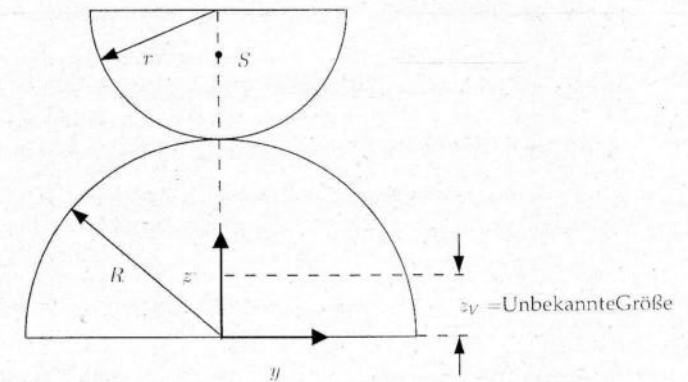
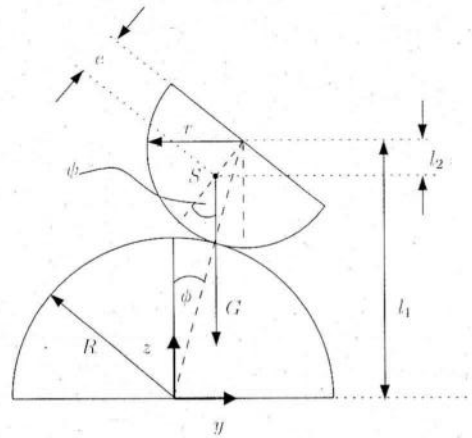

Abbildung 6.1: Zwei Halbkugeln
Abbildung 6.2: Abrollen der oberen auf der unteren Halbkugel
Gegeben sind zwei Halbkugeln mit Radien r und $R > r$, wobei die kleinere auf der größeren Halbkugel liegt (siehe Abb. 6.1 für einen Schnitt in der y, z Ebene). In MAPLE seien die Variablen entsprechend bezeichnet: r für den Radius der kleinen Halbkugel und R für den Radius der größeren Halbkugel. Der Punkt S markiert den Schwerpunkt der kleineren Halbkugel; die konstante Massendichte der oberen Halbkugel sei ρ , die in MAPLE als rho gegeben ist. Außerdem ist in MAPLE die Erdbeschleunigung mit g vorgegeben. Im Rahmen dieser Aufgabe soll die Stabilität dieser Position untersucht werden. Das Nullniveau der potentiellen Energie wird bei $z = 0$ angenommen.
Zeichnen Sie die berechnete Variable `unbekannteGroesse` in die Abbildung 6.1 ein.
- 6.2) Wenn die obere Halbkugel die Position aus Abb. 6.1 verlässt und auf der unteren Kugel abrollt, entsteht eine Situation wie in Abb. 6.2 gezeigt mit zwei Winkeln ϕ und ψ , welche in MAPLE-Notation als `phi` und `psi` bezeichnet werden. Für den Schwerpunktsabstand e der oberen Halbkugel gilt: $e = 3r/8$.
Hinweis: Bestimmen Sie die in Abb. 6.2 eingetragenen Abstände l_1 und l_2 .